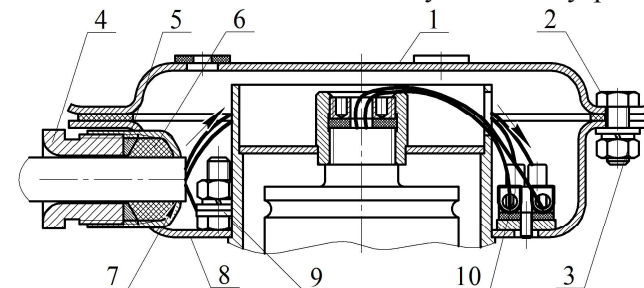

Рисунок 3
6.2 Произвести монтаж вводной коробки МПП (см. рисунок 3):